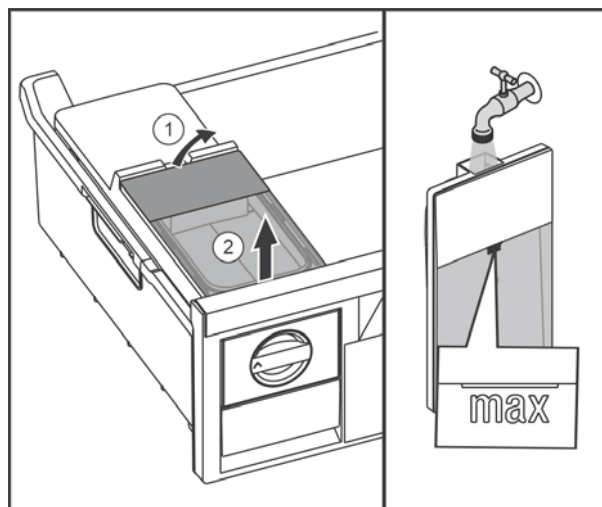

Fig. 37
- Поднять бак для воды сзади Fig. 37 (1) и извлечь движением вверх Fig. 37 (2).